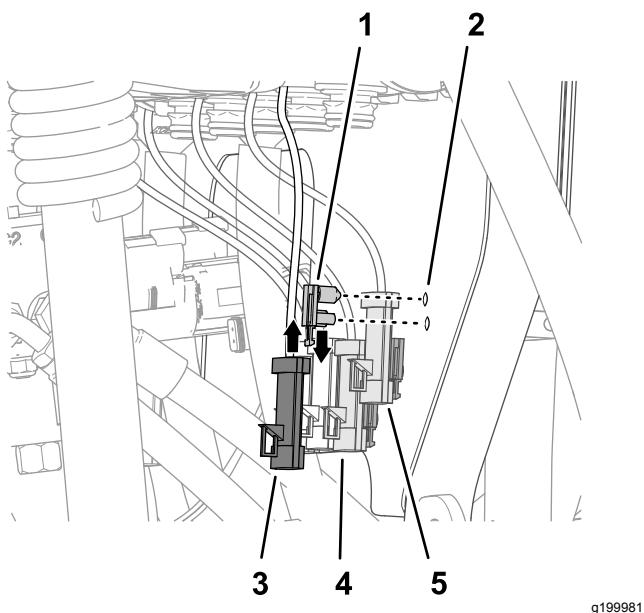

Figura 113
- Monte os fixadores de pressão do fixador do conector nos furos na montagem da válvula (Figura 113).